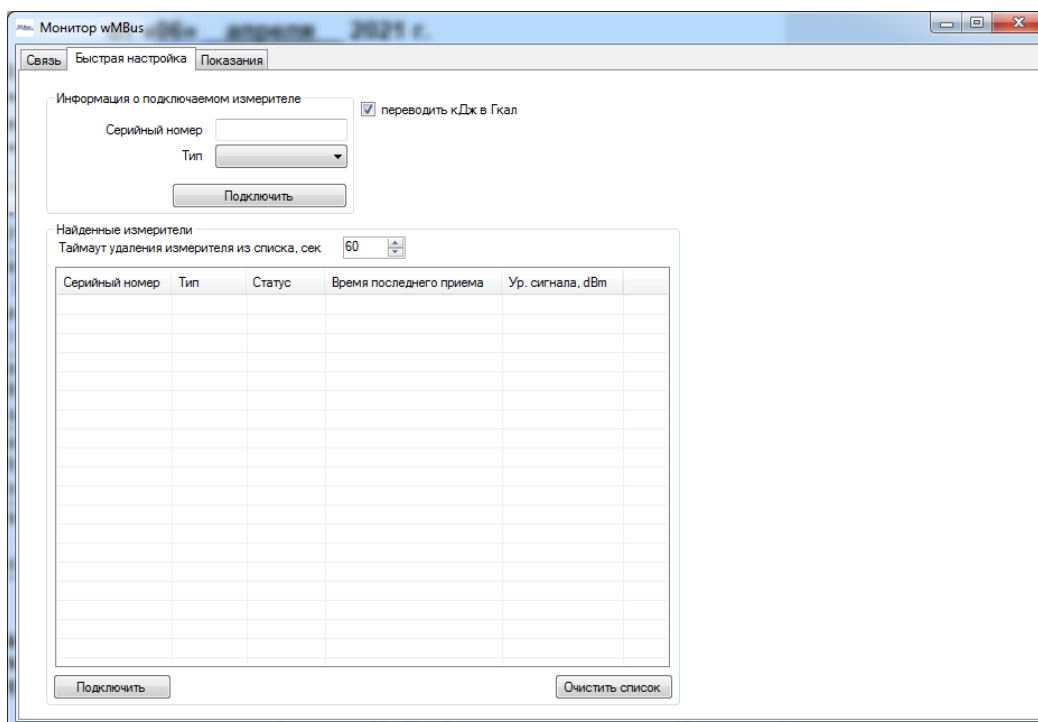

Рис.6. Вкладка «Быстрая настройка»
- 5.4.3. Во вкладке «**Быстрая настройка**» программы «**Монитор wMBus**» (см. рис.6) можно ввести заранее известный серийный номер прибора учета, выбрать тип прибора из выпадающего списка, и нажатием кнопки «**Подключить**», перевести адаптер в режим приема пакета данных от прибора учета. При очередной передаче данных от прибора учета, в выделенном рамкой поле отобразится серийный номер прибора учета, его тип, статус работы, время последнего приема пакета данных.